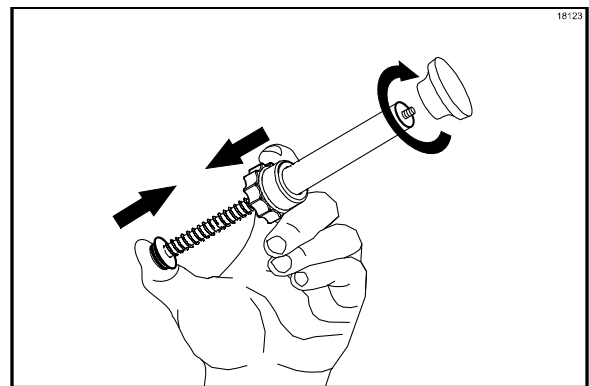

Figure 92
7. En tenant l'écrou, pousser sur le bout du piston pour comprimer le ressort jusqu'à ce que l'extrémité filetée de la tige ressorte de l'ouverture du tube du piston. Installer le bouton sur l'extrémité filetée de l'assemblage du piston et serrer le bouton en le tournant dans le sens des aiguilles d'une montre (Cf. Figure 92).